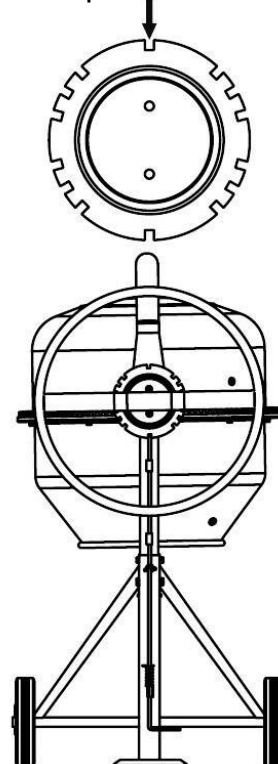

Рис. 9
- Позиции барабана (См. Рис.9):